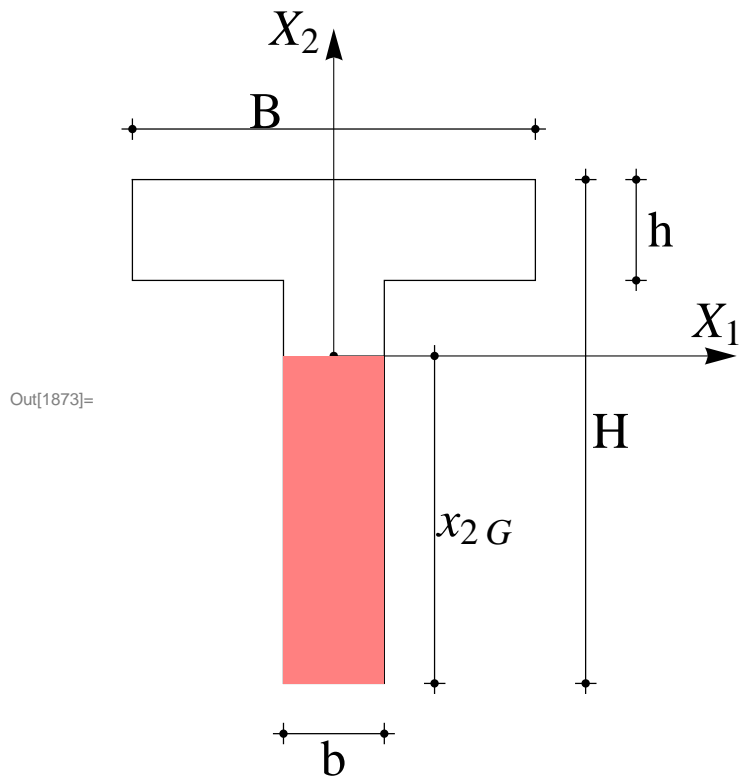

Figura 4 - Calcolo del momento statico
Con riferimento alla Figura 4, si deve ora calcolare il momento statico dell'area colorata rispetto all'asse baricentrico X_1 , per cui:
- Figura 4